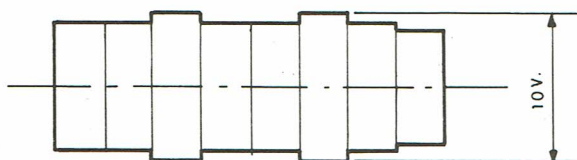

FIG. 9
- Régler : L 501 jusqu'à égalisation optimale des niveaux (voir fig. 9).
- Régler : R 5017 pour obtenir 10 V crête (fig. 9).